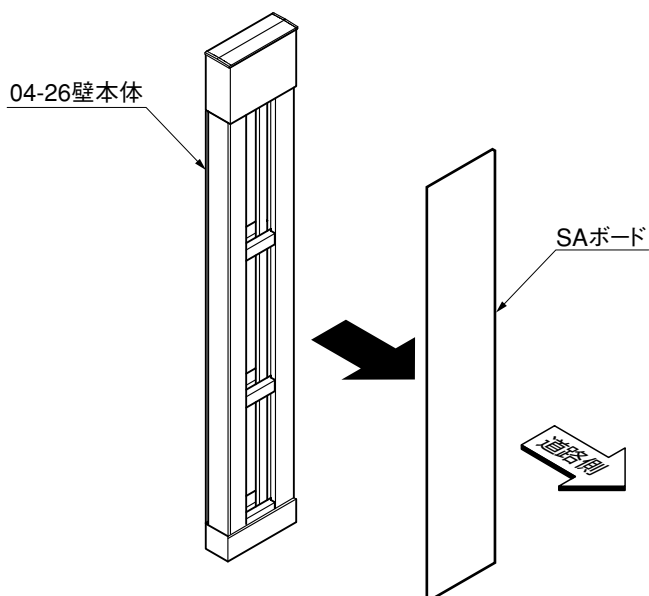

図14-3
- 04-26壁本体の場合は道路側のSAボードを一度外し作業を行ってください。（図14-3参照）